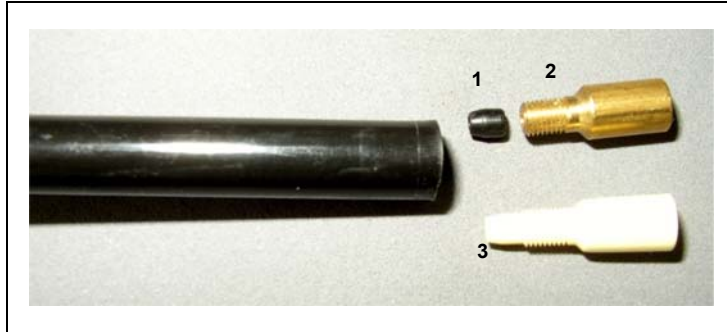

Abb. 82
- 2 Setzen Sie die Kegeldichtung ein (Fig. Abb. 82/1)